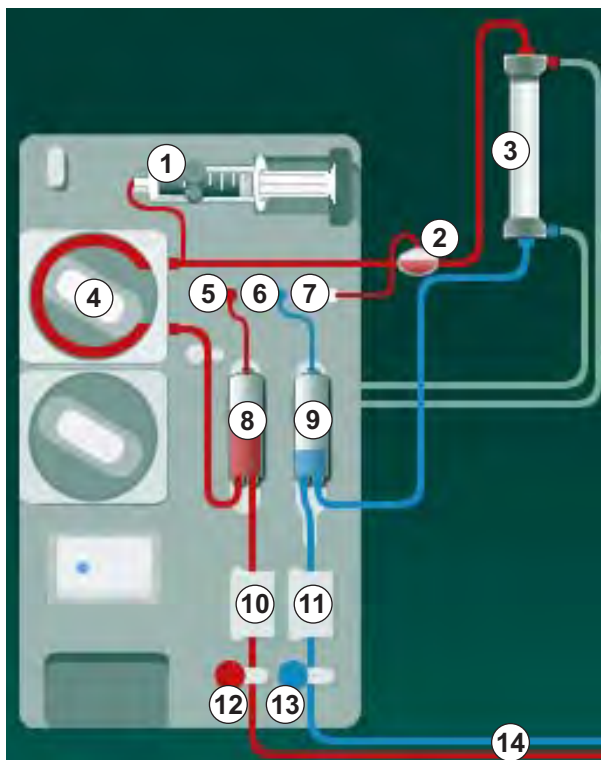

Fig. 3-2 Driftsmodus – single needle cross-over
Med veneslangeklemmen (Fig. 3-2 Driftsmodus – single needle cross-over (33), ⑬) lukket og arterieslangeklemmen ⑫ åpen, pumper blodpumpen ④ blod fra pasienten gjennom dialysatoren ③ inn i venekammeret ⑨ . Trykket i venekammeret ⑨ overvåkes via venetrykksensoren ⑥ . Så snart det forhåndsinnstilte øvre vekslingstrykket har blitt nådd, slås blodpumpen ④ av, og veneslangeklemmen ⑬ åpnes. På grunn av trykket i venekammeret ⑨ strømmes blodet gjennom dialysatoren ③ tilbake til pasienten inntil nedre vekslingstrykk nås. Når nedre vekslingstrykk er nådd i venekammeret ⑨ , eller forhåndsinnstilt returflowtid er utløpt, lukkes veneslangeklemmen ⑬ . Kort deretter åpnes arterieslangeklemmen ⑫ . Blodpumpen ④ aktiveres, og prosessen starter igjen med å trekke blod fra pasienten.